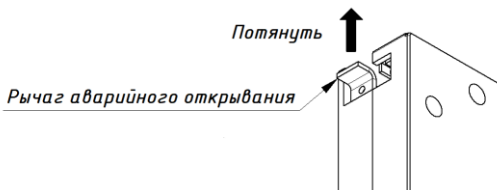

Рис. 10. Рычаг аварийного открывания
1. С помощью рычага разблокировки замка. Необходимо потянуть за рычаг (см. рис. 10) и зафиксировать его в крайнем положении. Для возвращения к штатному режиму работы рычаг необходимо вернуть в его начальное положение.